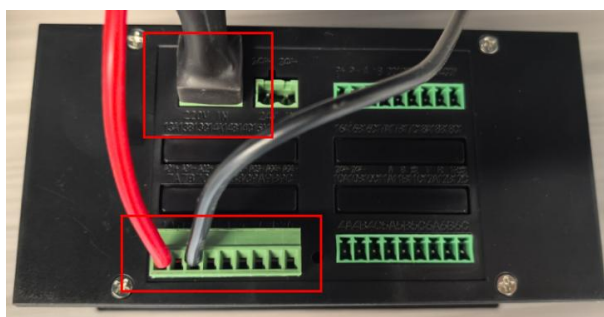

Figure 4: 显示记录仪表接线图
- (1). 按照图4红框所示接好显示仪表输入端导线，将温度显示仪表接通电源。